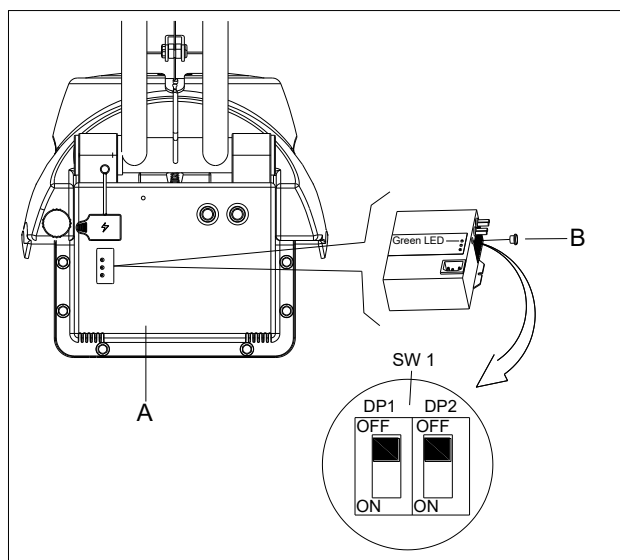

Рис. 4.1
1. Обесточьте машину и снимите крышку (А на рис. 4.1). Далее снимите круглый черный колпачок, расположенный спереди зарядного устройства (В на рис. 4.1). В зарядном устройстве установлены один комплект переключателей (SW1).